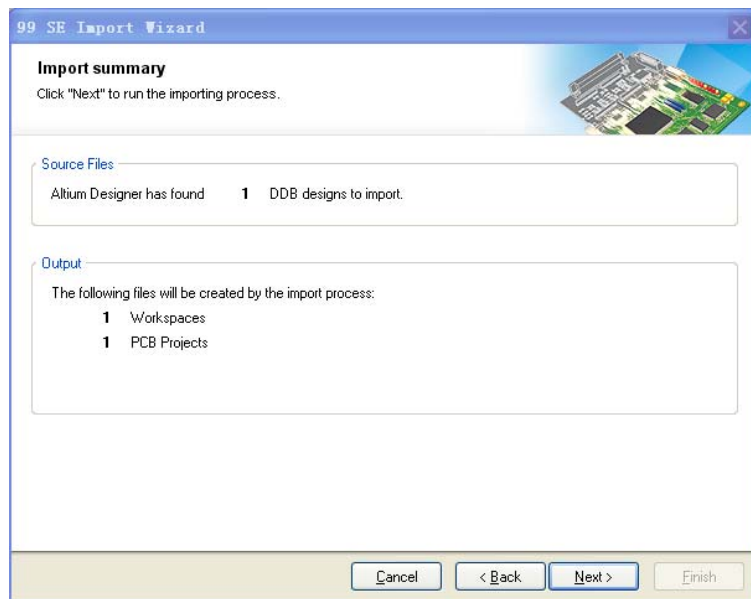

图14-26导入总结对话框
(8) 在图14-25中显示了Protel 99SE的“4 Port Serial Interface.ddb”文件将转换成Altium Designer的具体项目，点击Next按钮，弹出图14-26导入总结对话框。
(9) 在图14-26中显示源文件导入一个DDB文件，输出文件产生一个工作区、PCB项目文件。点击“Next”按钮，系统进入导入过程，导入完成后，显示图14-27对话框。